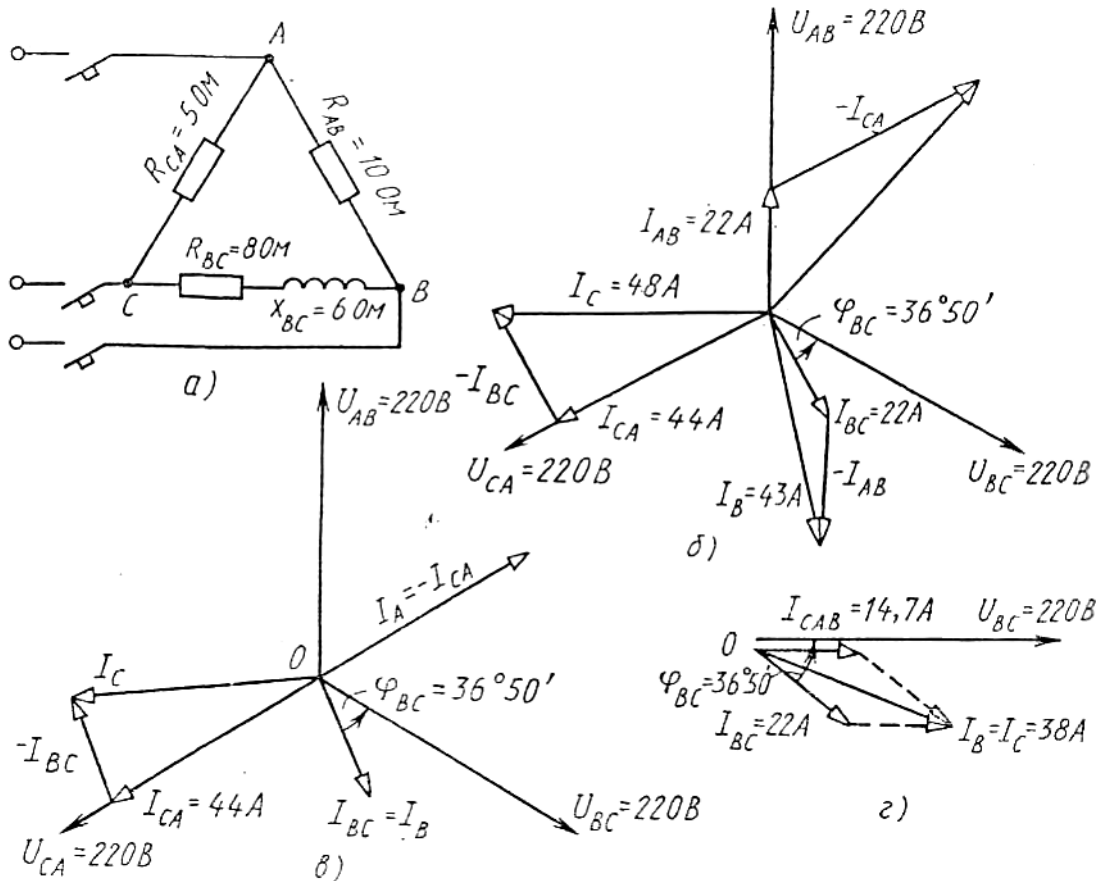

Рисунок 8.1
В трехфазную сеть включили треугольником несимметричную нагрузку (рис. 8.1, а): в фазу АВ - активное сопротивление  $R_{AB} = 10$  Ом; в фазу ВС - индуктивное сопротивление  $X_{BC} = 6$  Ом и активное  $R_{BC} = 8$  Ом; в фазу СА - активное сопротивление  $R_{CA} = 5$  Ом. Линейное напряжение сети  $U_{НОМ} = 220$  В. Определить фазные токи и начертить векторную диаграмму цепи, из которой графически найти линейные токи в следующих случаях: 1) в нормальном режиме; 2) при аварийном отключении линейного провода А; 3) при аварийном отключении фазы АВ.
Для построения векторной диаграммы выбираем масштаб по току: 1 см = 10 А и напряжению: 1 см = 40 В. Затем в принятом масштабе откладываем векторы фазных (они же линейные) напряжений  $U_{AB}$ ,  $U_{BC}$ ,  $U_{CA}$  под углом  $120^\circ$  друг относительно друга (рис. 8.1,б). Затем откладываем векторы
$\varphi_{BC} = 36^\circ 50'$  На (рис. 8.1, г) построена векторная диаграмма цепи. Из диаграммы находим линейные токи:  $I_B = I_C = 38 \text{ А}$ . По направлению же эти токи обратны.
**3. Аварийное отключение фазы АВ.** При этом ток в отключенной фазе равен нулю, а токи в двух других фазах остаются прежними. На (рис.8.1, в) показана векторная диаграмма для этого случая. Ток  $I_{AB} = 0$ ; линейные токи определяются согласно уравнениям:  $I_A = I_{AB} + (-I_{CA})$ ;  $I_B = I_{BC} + (-I_{AB})$ ;  $I_C = I_{CA} + (-I_{BC})$ . Таким образом, только линейный ток  $I_C$  сохраняет свою величину; токи  $I_A$  и  $I_B$  изменяются до фазных значений. Из диаграммы графически находим линейные токи:  $I_A = 44$  А;  $I_B = 22$  А;  $I_C = 45$  А.